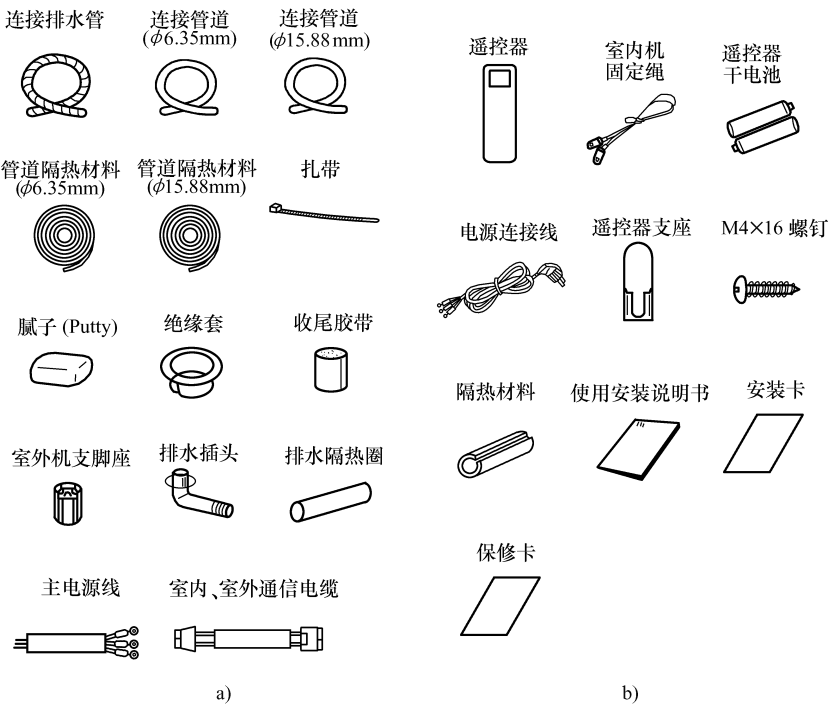

图 5-1 柜式空调器安装附件
(2) 安装附件。柜式空调器安装时的随机安装附件如图 5-1 所示（以三星 KFR-72LW/BPF 柜式空调器为例进行介绍）。